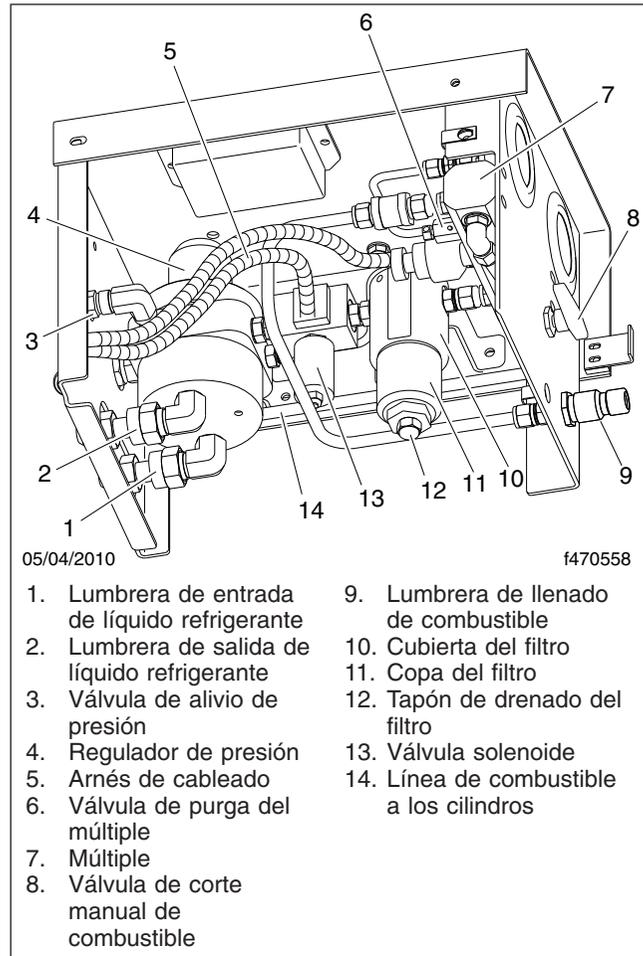

Figura 21.19, Componentes del panel de combustible GNC
- 2.4 Abra lentamente la válvula de purga del múltiple para dejar escapar toda presión de combustible restante del sistema. Vea la **Figura 21.19**.